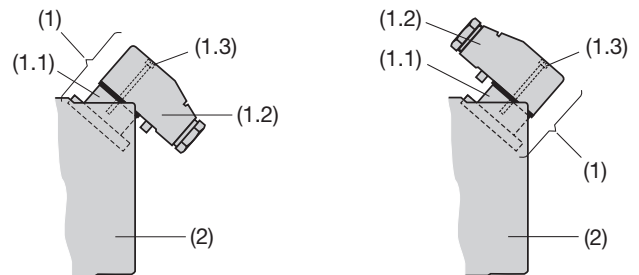

Fig. 1. Partie arrière (2) avec raccord à fiche (1).
La **connexion enfichable** (1) se compose d'une prise (1.1), fixée sur la partie arrière (2) du convertisseur de mesure et d'une fiche mobile (1.2) pour le câble de connexion comprenant un raccord PG 11 et 7 bornes à vis pour des sections de fils de max. 1 mm². La prise peut être montée pour que le câble de la fiche sorte vers l'arrière (Fig. 1, à gauche) ou vers l'avant (Fig. 1, à droite).